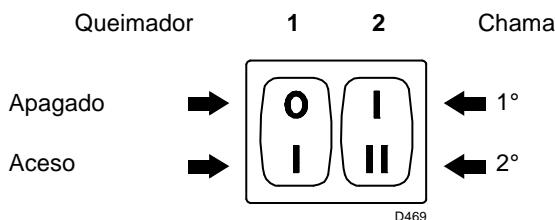
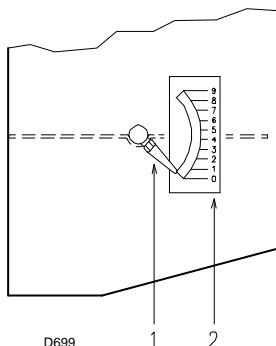
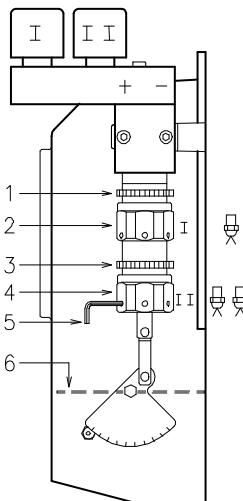

Fig. 22
Fig. 23
Fig. 24
- Colocar em funcionamento o queimador fechando os termóstatos e com o interruptor 1) (Fig. 22 Pág. 19) na posição
- Quando o gasóleo sai pelo parafuso 3), indica que a bomba está alimentada. Parar imediatamente o queimador: interruptor 1) (Fig. 22 Pág. 19) na posição "DESLIGADO" e aparafusar o parafuso 3).
Colocar o interruptor 1) (Fig. 22) na posição "ACESO".
Manter o queimador funcionando na 1^a chama, colocando o interruptor 2) (Fig. 22) na posição 1^a chama. A abertura do registo 6) (Fig. 24) deve ser proporcional à da boquilha escolhida: o índice 1) (Fig. 23) deve corresponder com o número da posição 2) (Fig. 23) indicado na tabela (Tab. E). A regulação faz-se rodando o hexágono 2) (Fig. 24):
posição 2,3 (Fig. 23) em correspondência com o índice 1).
À regulação efectuada bloquear o hexágono 2) (Fig. 24) com o aro 1).
Nº = Posição 2) (Fig. 23)
Colocar o interruptor 2) (Fig. 22 Pág. 19) na posição 2^a chama e regular o registo 6) (Fig. 24) actuando sobre o hexágono 4) (Fig. 24), depois de se ter aliviado o aro 3) (Fig. 24).